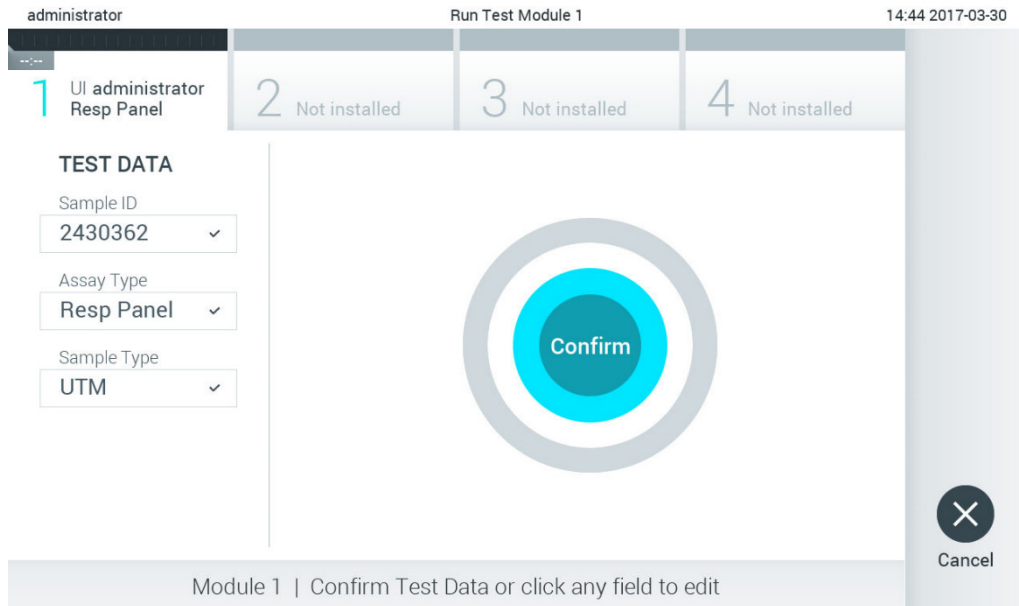

图 26. Confirm (确认) 屏幕。
5. 将出现 **Confirm**（确认）屏幕。检查输入的数据并通过在触摸屏上按下相关字段，然后编辑信息来进行必需的更改（图 26）。